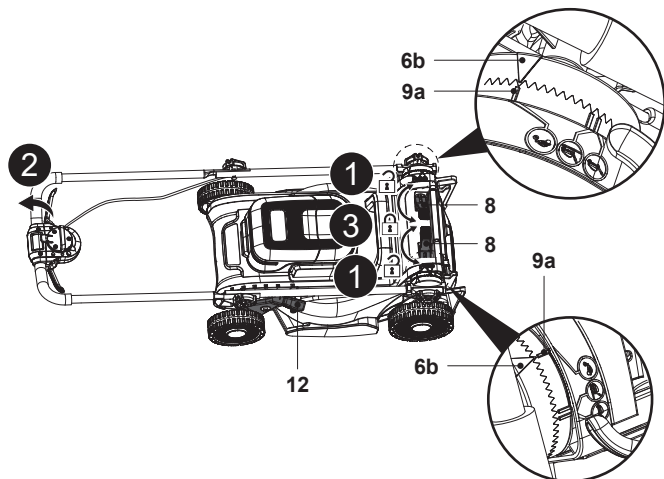

Fig. 23
1. Apague la máquina y extraiga la batería (24) antes de almacenarla.
- Retire el recogedor de hierba (7)/accesorio triturador (23).
- Sitúe la palanca de ajuste de la altura de corte (12) en la posición más baja.
- Afloje las dos palancas de sujeción (8) y pliegue por completo el conjunto del manillar (Fig. 23, pasos 1 y 2).
- Bloquee las dos palancas de sujeción (8) para fijar bien el conjunto y asegúrese de que el triángulo indicador (6b) está alineado con el indicador de estacionamiento (9a) para evitar que el producto se abra (Fig. 23, paso 3).
8. Lo más recomendable es almacenar el cortacésped con el recogedor de hierba (7) enganchado a él y el accesorio triturador (23) montado en el cortacésped (Fig. 23).